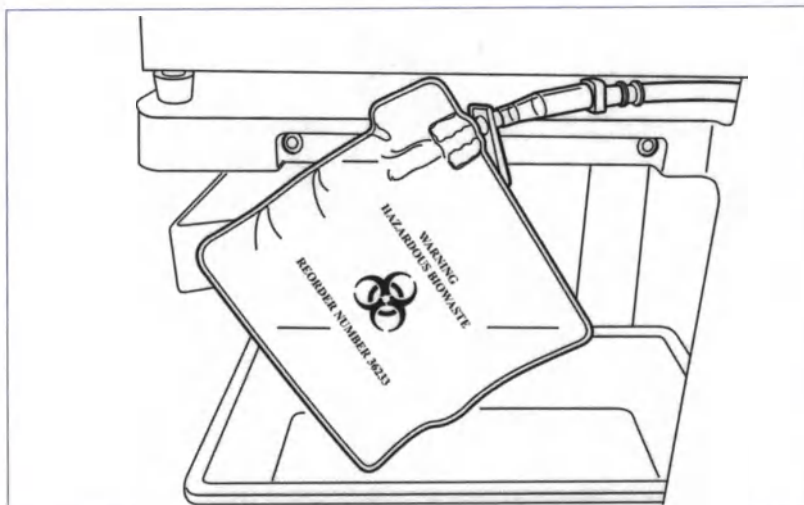

Рисунок 34. Мешок для биологически опасных отходов свисает с лотка.
3. Проверьте отсутствие перекручивания и загибов трубок, после чего оставьте мешок вместе с трубкой висеть на трубке слива (см. рис. 34).